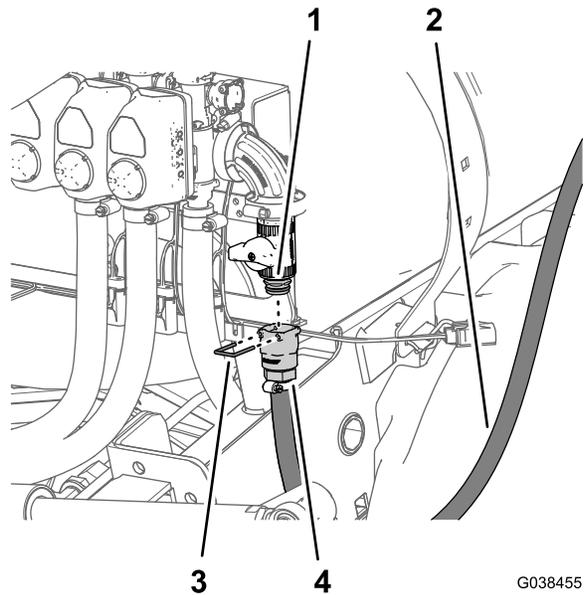

Bild 92
- Befestigen Sie das Schnellkupplungsanschlussstück (Buchse) des Schlauchs am Schnellkupplungsanschlussstück des Flanschabstellventils (Bild 92).
- Befestigen Sie die Schnellkupplungsanschlussstücke der Schläuche und das Flanschabstellventil mit dem Halter, der dem Schnellkupplungsanschlussstück des Schlauchs beiliegt (Bild 92).